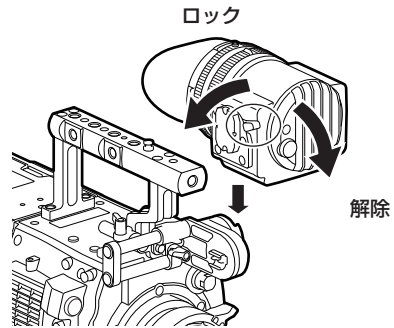

図 2
- 2 スライダーユニットに、ビューファインダー本体のプレートを上方よりスライドさせる。（図 2）ビューファインダーのロックレバーは前方に倒して解除しておいてください。